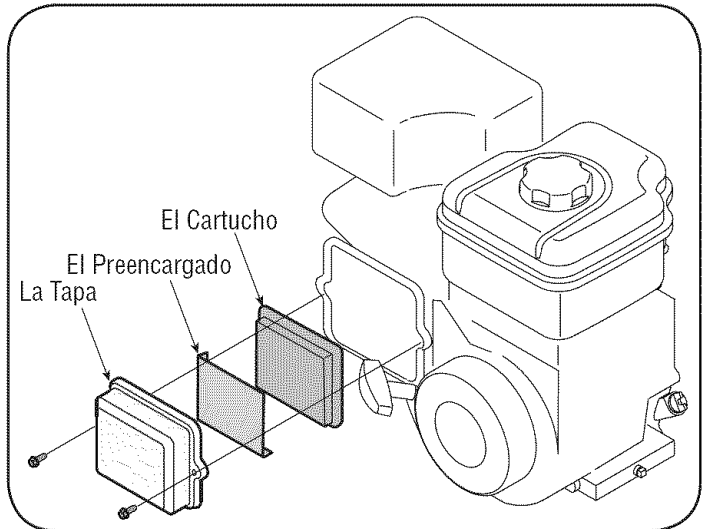

Figura 12
2. La tapa abierta y quite el cartucho El Cartucho La Tapa El Preencargado. Vea la Figura 12.